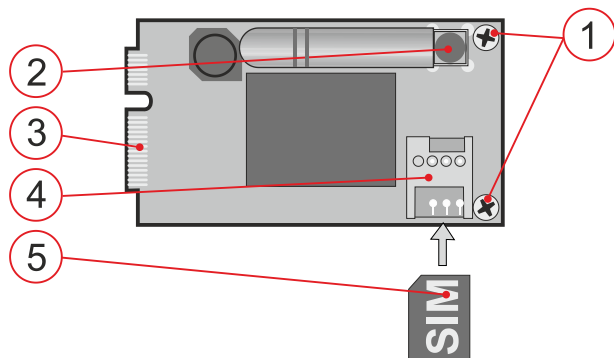

Fig. 1: Il comunicatore JA-194Y-LITE
- Inserire il modulo comunicatore nel connettore di sistema della centrale d'allarme e fissarlo con due viti (1)
- Collegare l'antenna GSM** al connettore (2.) del modulo Comunicatore GSM (in dotazione con JA-194Y-LITE). Quando si installa l'antenna, seguire l'orientamento mostrato nella Fig. 1.